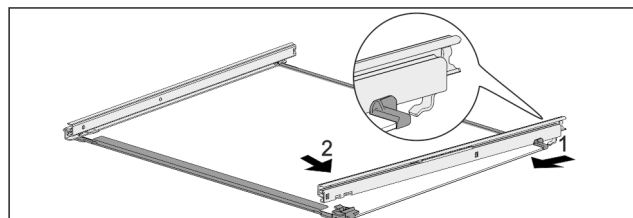

Fig. 123 Płyta szklana z szynami
- ▶ Zaczepić szynę z tyłu. Fig. 123 (1)
- ▶ Zazębić szynę z przodu. Fig. 123 (2)